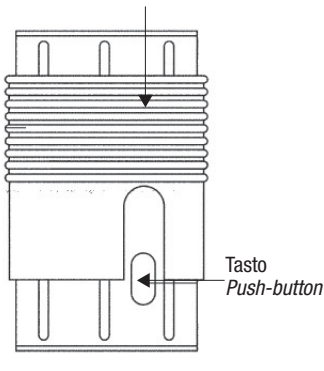

Fig. 5
- Die Kunststoffhülle mit den Schließschrauben befestigen (Abb. 5).
- Bloquee la envoltura plástica con los tornillos de cierre (Fig. 5).
- Fastgør plastboksen med lukkeskruerne (fig. 5).